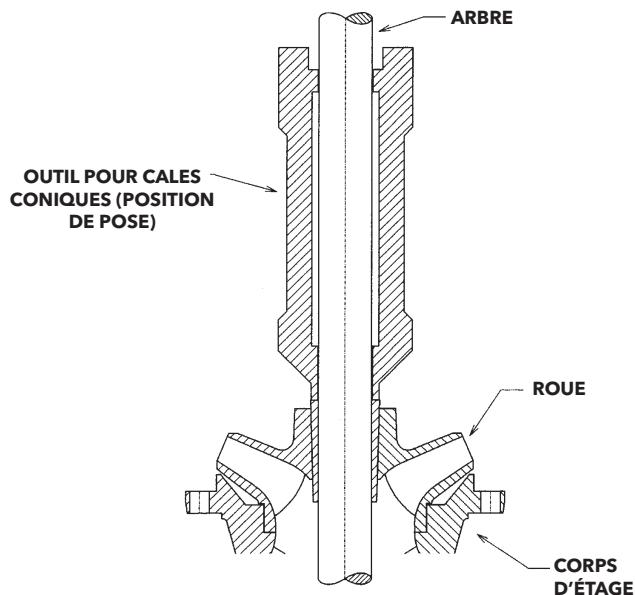

Figure 5 — Fixation d'une roue
- Maintenir la roue fermement contre l'adaptateur de moteur et, avec l'outil pour cales coniques (dans sa position de pose), enfoncez la cale dans le moyeu de roue pour fixer la roue solidement à l'arbre. La cale devrait alors dépasser le moyeu de roue de  $1/8$  po (*v. fig. 5*).